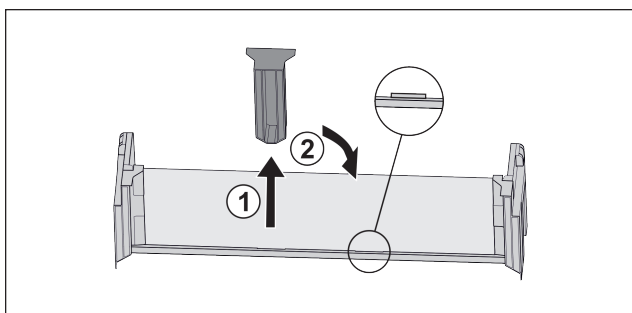

Fig. 107
- Снимите среднюю поддерживающую деталь Fig. 107 (1).
- Вставьте среднюю поддерживающую деталь во вторую позицию Fig. 107 (2).